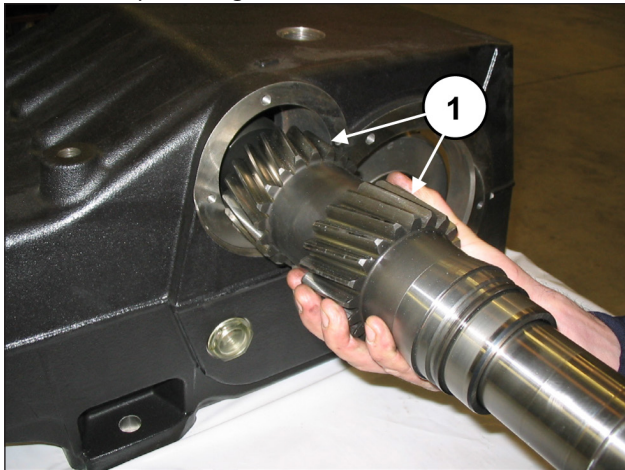

Fig. 55
Insira o eixo PTO pré-montado no interior do carter (pos. ①, Fig. 55), inserindo-o do lado oposto em que foram pré-montados no anel externo do rolamento e a bússola de lubrificação dos rolamentos.
A inserção do eixo PTO no carter deve ser efetuada, de modo que os dentes fiquem voltados como na Fig. 55.